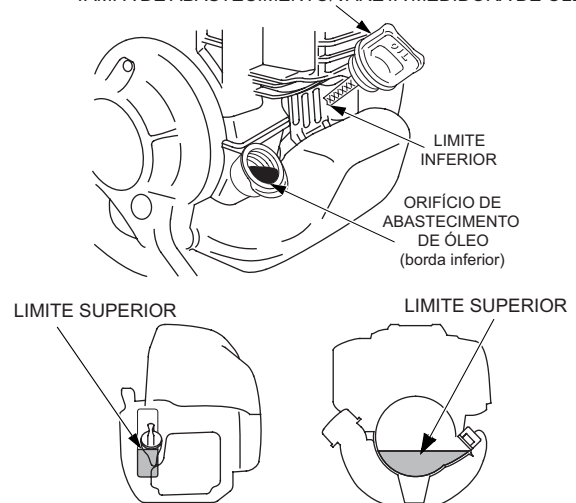

FIG.01
- Verifique o nível de óleo. (Conforme Fig.01)